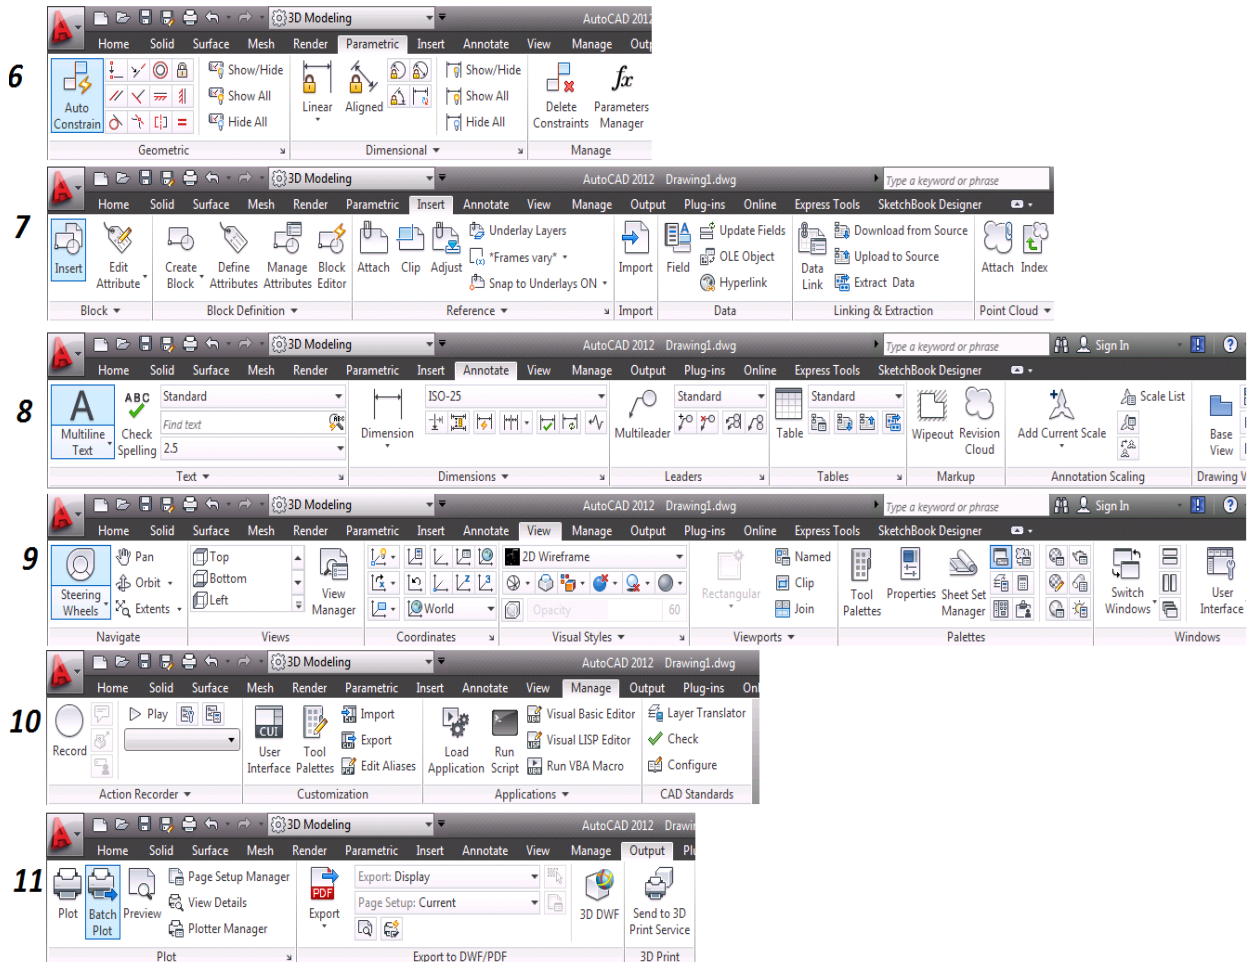

Figura 2.12 Cintas [Ribbons]
6. **Paramétrica [Parametric]:** Aquí se encuentran las agrupaciones por geométricas, por cota y administrar (*figura 2.12*).
7. **Insertar [Insert]:** Aquí se encuentran comandos como Agrupaciones de Bloques, atributos, referencias, importación, datos y extracción (*figura 2.12*).
8. **Anotaciones [Annotate]:** Se encuentran los comandos de agrupación de textos, dimensiones, multileader, tablas, marcas y escalas de anotación (*figura 2.12*).
9. **Vistas [View]:** Cuenta con comandos como: Agrupación de sistemas de coordenadas personales, ventanas de visualización, paletas y Ventanas (*figura 2.12*).
10. Administrar [Manage]: Se tienen los comandos de agrupaciones de grabación de macros, consultas, animación, utilidades de dibujo, personalización, aplicaciones y CAD estándar (figura 2.12).
11. Salida [Output]: Aquí se tienen las agrupaciones de renderizado, impresión, publicación, y envío y exportar archivos (figura 2.12).